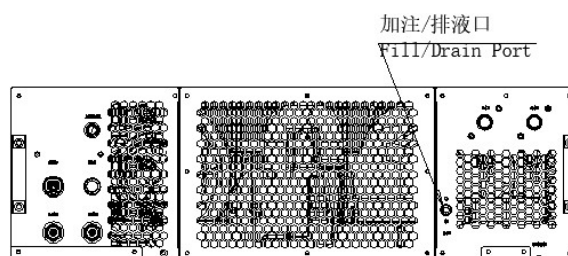
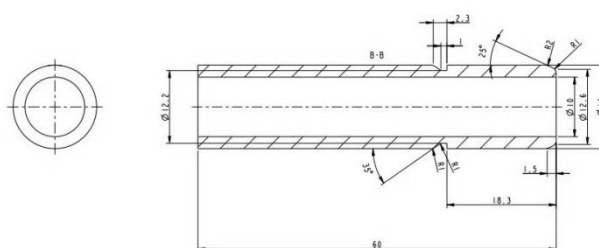

图 6-3
图 6-4 加注口尺寸
- 气密测试仪连接与调整：气源侧输出气管连接高精度数显压力表，并连接至液冷机组加注/排液口（CQC14 母头），如图 6-3 和图 6-4。